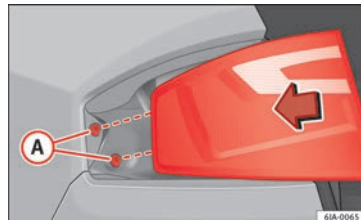

Bild 102 Montera bakljusenheten
- Tryck bakljusenheten bakåt (körriktningen) genom att sätta in fästena i gummibussningarna » bild 102 **A**.